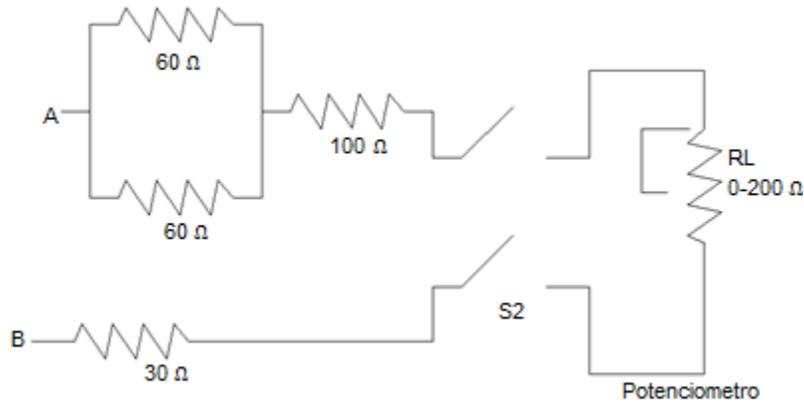
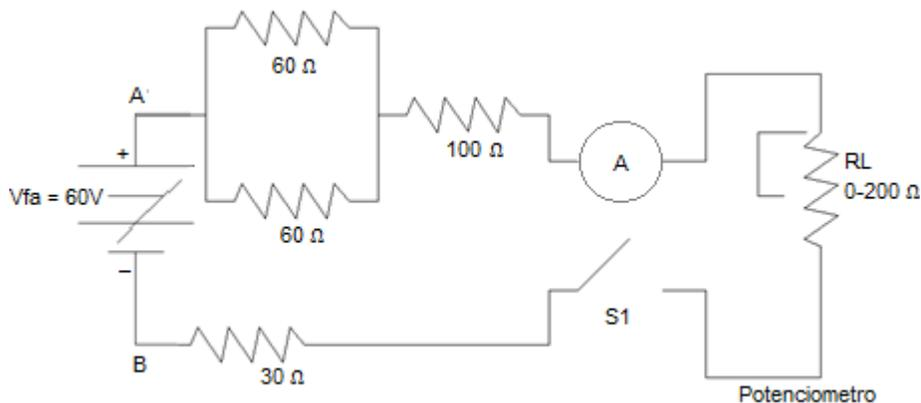

Figura 5. Conexión de resistores, interruptor y potenciómetro para el paso C1 del procedimiento.
Figura 6. Circuito para el paso C4 del procedimiento.
- C1. Con S2 abierto conecte los resistores, el interruptor y el potenciómetro como en la figura 5. El resistor de carga R_L es un potenciómetro de 0-200 Ω . Conecte un óhmetro a R_L y ajuste el potenciómetro de modo que $R_L = 0$. No cambie este ajuste.
- C4. Con la fuente apagada y S2 abierto conecte la fuente de alimentación, el amperímetro y S1 al circuito de la figura 5 como aparece en la figura 6.